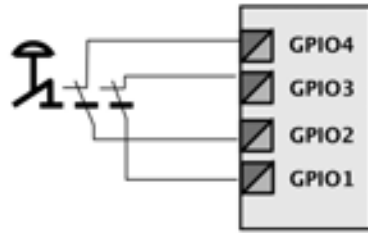

Figura 8: Conectando uma parada de emergência
assim como as especificações de análise de segurança. É essencial que os componentes contenham 2 contatos de força guiados normalmente fechados (NF) (Figura 8), e que sejam aprovados para o nível ou categoria de segurança relevante.